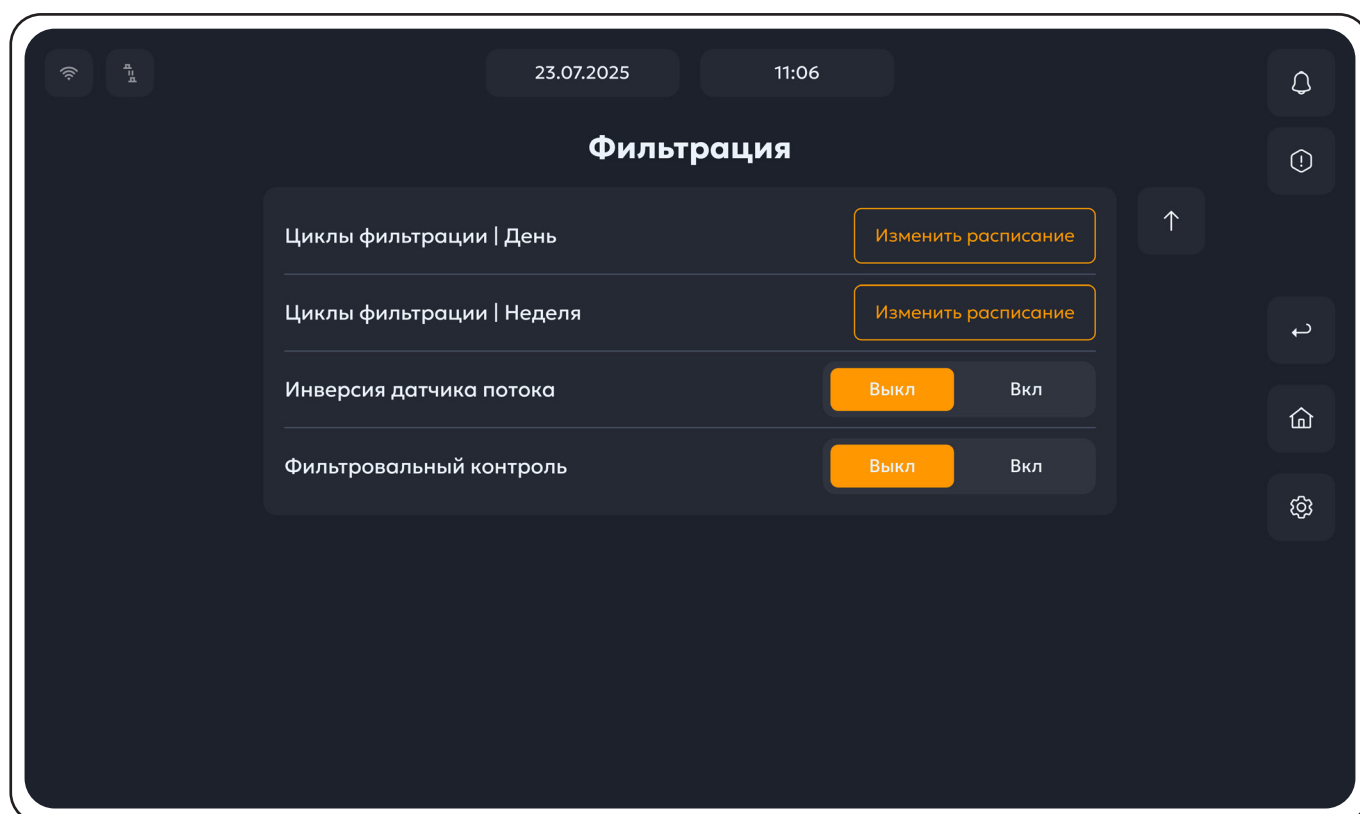

Рисунок 24. Меню пункта **Фильтрация**, страница 2.
1. Кнопкой "**Вниз**" перейти на следующую страницу (рис.24);